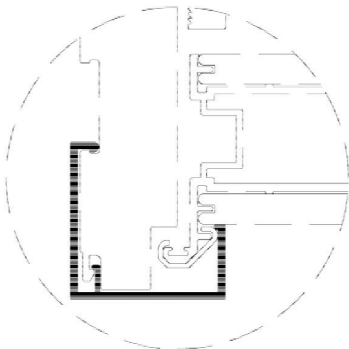

Figura 8
10. Pre-colgar antes de instalar la puerta individual, Localice y quite el broche de envío de la jamba de bloqueo (Figura 8).
16. **Si se conecta el panel a un substrato**, utilice un largo tornillo de ensamblaje de bisagra (Artículos 17). Consulte la Figura 8 para una correcta colocación de tornillo en las bisagras.
17. **Si se conecta el panel a un parteluz**, utilice un tornillo de bisagra del ensamblaje parteluz (Artículos 16). Consulte la Figura 8 para una correcta colocación de tornillo en las bisagras.